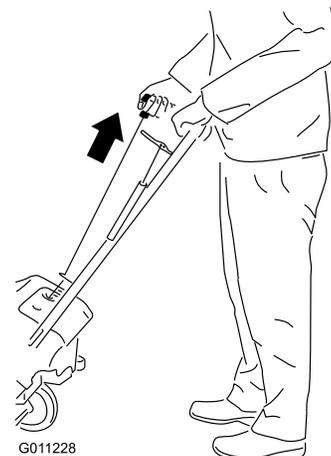

Bild 17
4. Ziehen Sie am Rücklaufstartergriff (Bild 17).